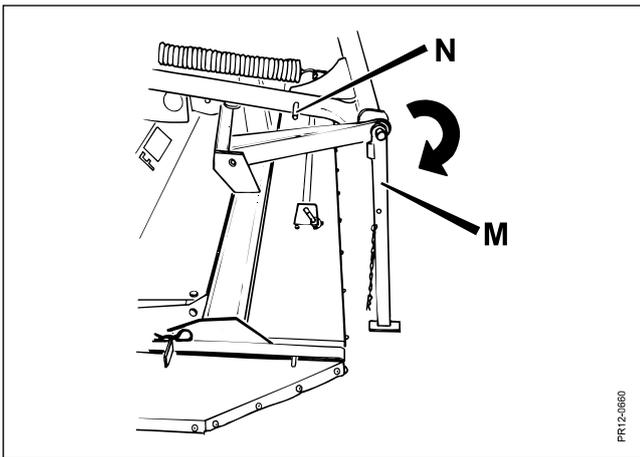

Fig. 3-27
**Fig. 3-27** Ehe die Maschine abgekuppelt wird, muß die Abstellstütze **M** von ihrer verriegelten waagerechten Stellung vor der Maschine gedreht werden, dadurch daß man den Fuß beim Zapfen **N** auf den Oberlenker löst. In dieser Stellung hängt die Kette mit Splinte **bls** der Abstellstütze entlang.